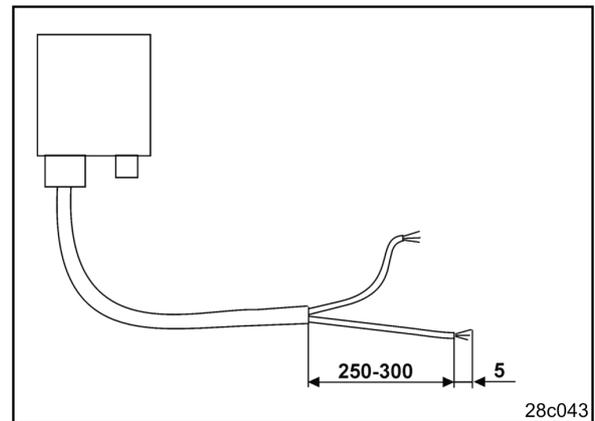

Fig. 5
3. Pelar el extremo del cable (Fig. 5) aprox. de 250 a 300 mm
- Quitar el aislamiento de los extremos del cable (Fig. 5) de forma individual unos 5 mm.